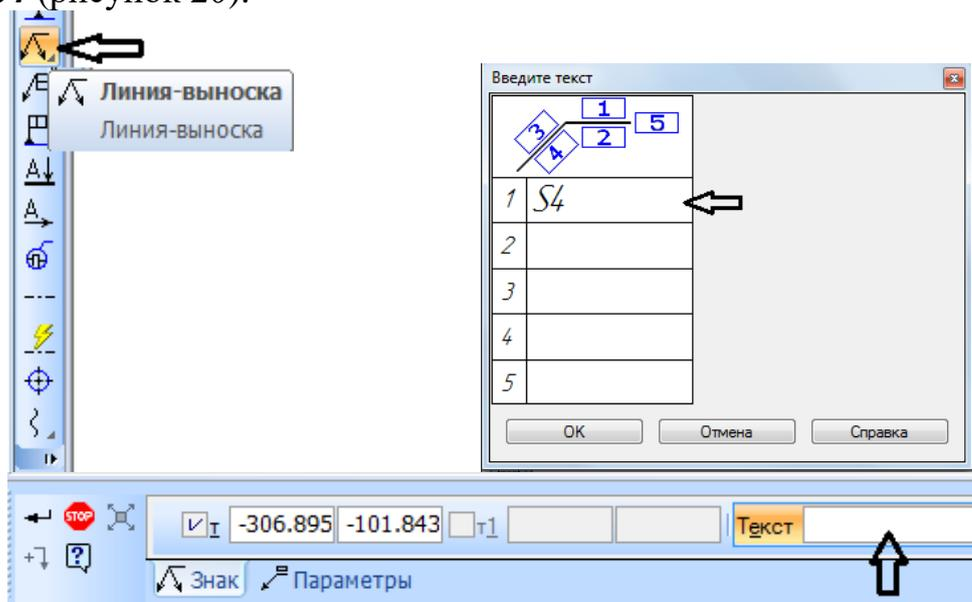

Рисунок 20
15. Для простановки толщины пластины активизируйте на компактной панели **Обозначения** команду **Линия-выноска**. На панели свойств (внизу экрана) нажать курсором на окно **Текст**, в открывшемся окне введите текст **S4** (рисунок 20).